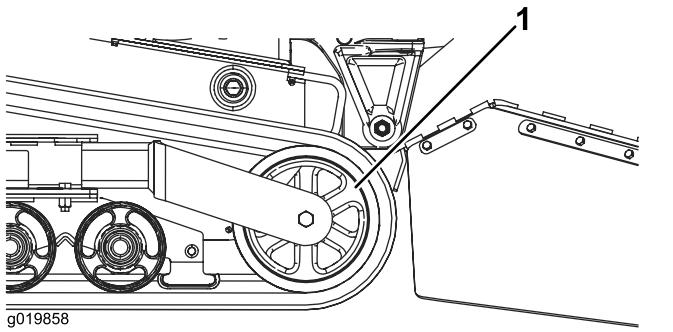

Figura 49
- Spingete indietro la ruota di tensionamento quanto più possibile (Figura 49).
- Dopo avere liberato il cingolo dalla ruota di tensionamento, toglietelo dalla macchina (Figura 49).